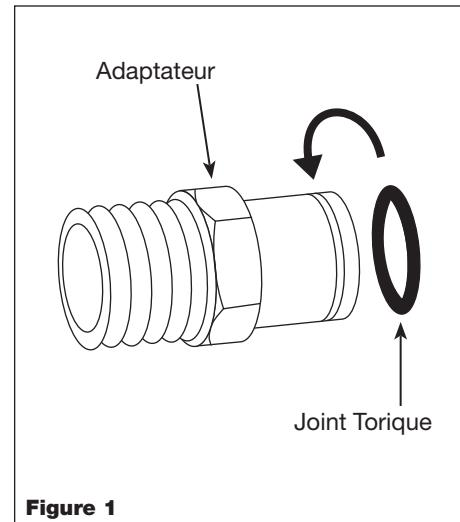

Figure 1
INSTALLATION MÉCHANIQUE (VOIR LES FIGURES 1 À 4.)
3. Installer le joint torique dans la rainure de l'adaptateur (Voir Figure 1).